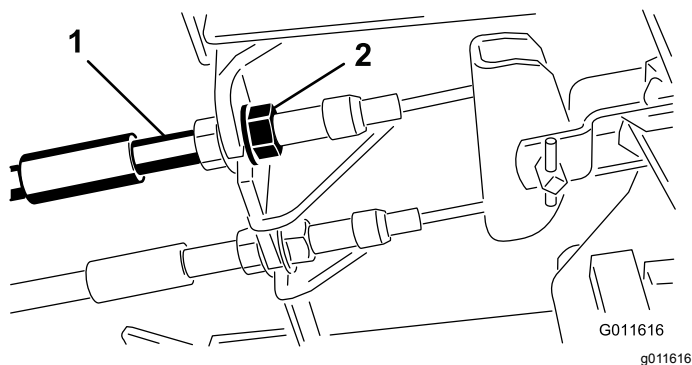

Figure 71
1. Pour réduire la garde aux pédales de frein, serrez les freins en desserrant l'écrou avant sur l'extrémité fileté du câble de frein (Figure 71).